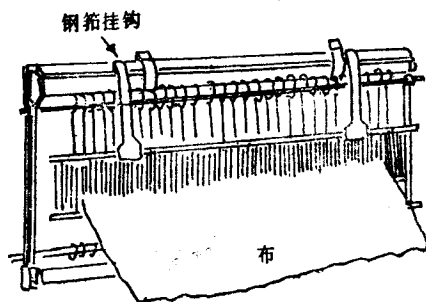

图2-3
(3) 为防止钢箱落下，可将钢箱移向综框，用挂钩挂在综框上，见图2-3。